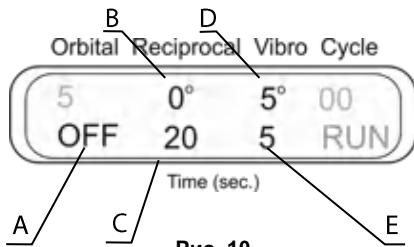

Рис. 10
6.9.4. **3D-Вибро + Пауза** (рис. 10). Выключите 3D-орбитальное движение, установив время на ноль (**A**, индикация OFF). Установите угол поворота 3D-покачивания на ноль (**B**). Установите время 3D-покачивания (**C**, 1-250 с) и продолжительность паузы (**D**). Установите угол поворота (E, 0-5°) и время (F, 1-5 с) 3D-вибродвижения.